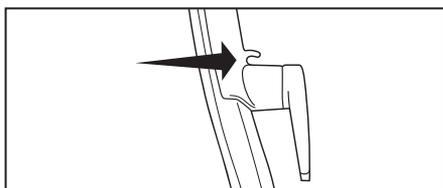

Fig. 3
- Luego fije el cordón debajo de la guía del cordón por encima del gancho del cordón superior. (Fig. 3).